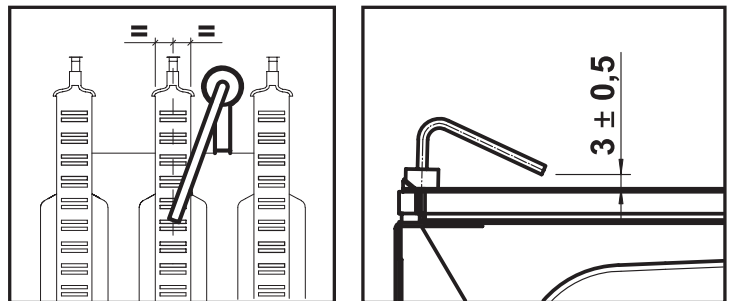
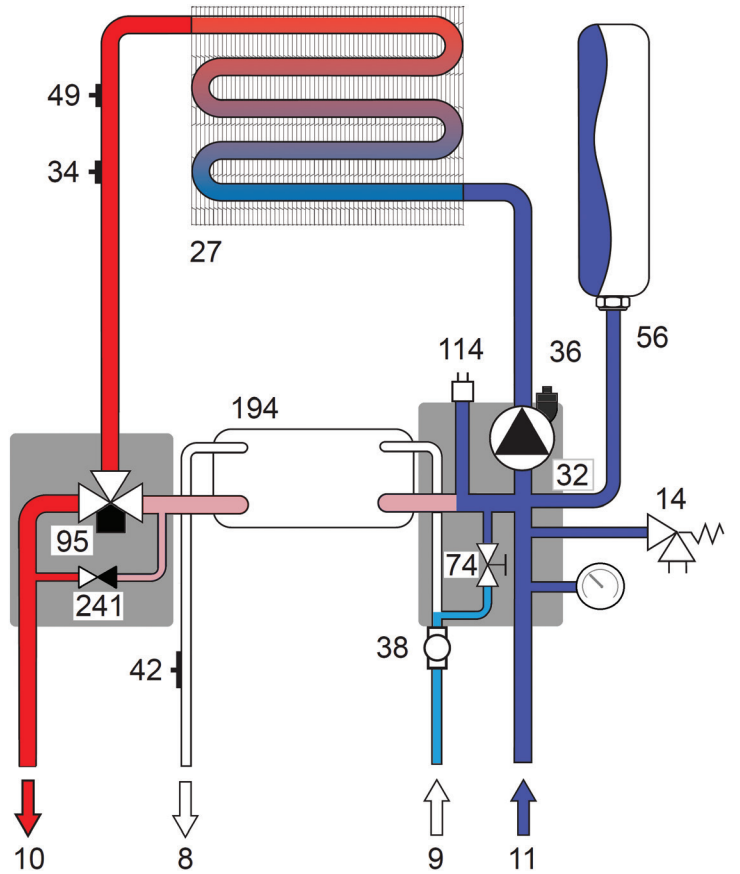

Рис. 16. Положение электрода
Рис. 18. Отопительный контур
**Условные обозначения рис. 16а, рис. 16б, рис. 17 и рис. 18**